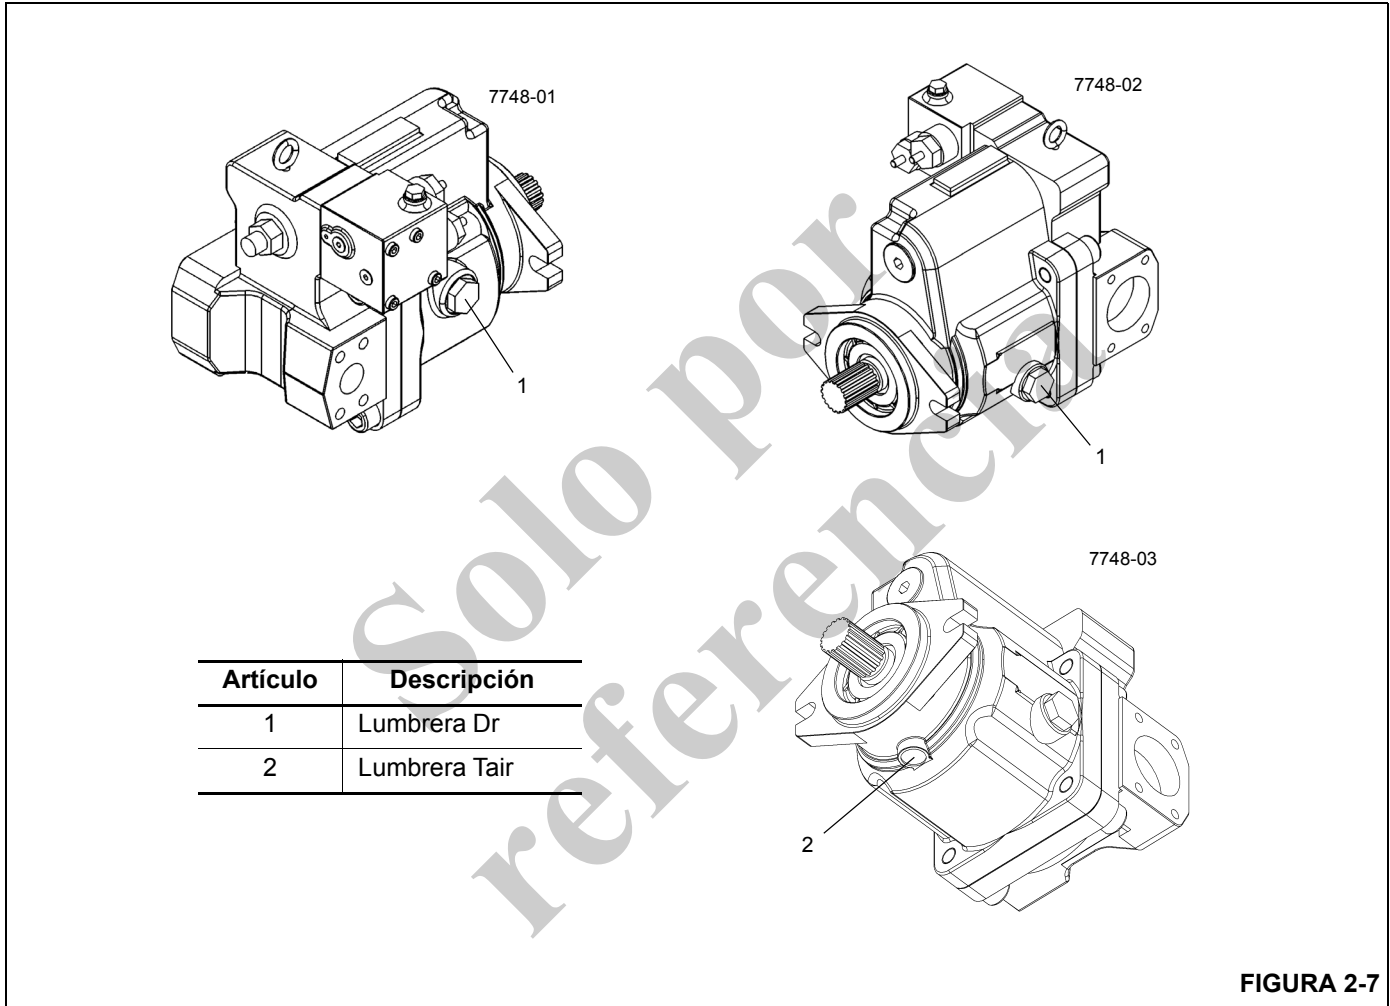

FIGURA 2-7
2. Saque el tapón de la lumbrera Dr de la bomba (Figura 2-7). Llene la caja de la bomba con aceite hidráulico, vuelva a colocar el tapón y apriete a 123 lb-pie (166.8 Nm).
3. Coloque un recipiente adecuado debajo de la bomba N° 1 para recoger el aceite. Saque el tapón de la lumbrera Tair de la bomba (Figura 2-7).